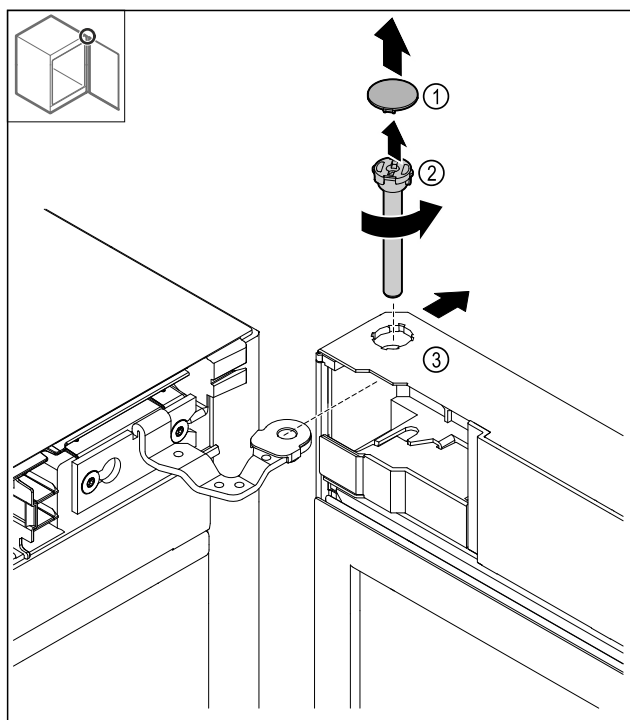

Fig. 14
- Rimuovere la copertura Fig. 14 (1).
- Allentare i bulloni Fig. 14 (2) in senso antiorario e rimuoverli.
- Ribaltare leggermente la porta Fig. 14 (3).